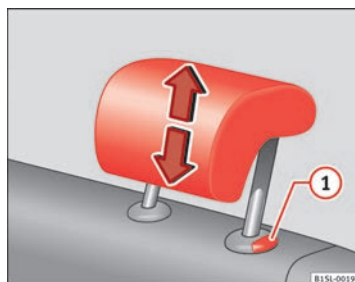

Fig. 31 Ajustar los apoyacabezas posteriores.
- Desplace el apoyacabezas en el sentido de la flecha, hacia arriba o hacia abajo a la vez que presiona la tecla → fig. 31 ① ⇒ ⚠.